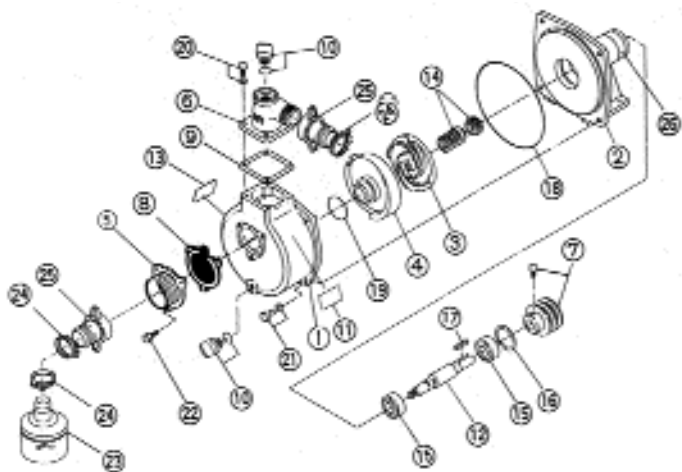

рис.3
- 5.1. Насос (качающий узел, рис. 3 с детализацией, таблица 3) включает в себя: